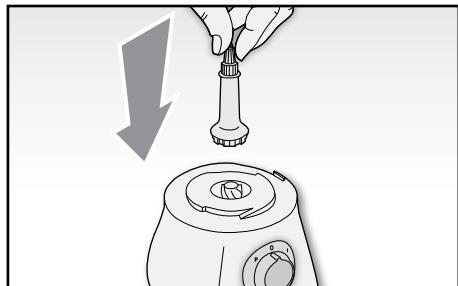

Fig. 2
- Inserire il perno motore (C) nell'apposito alloggiamento sul corpo motore (B) (Fig. 2).
- Collocare la ciotola (P) sul corpo motore (B) e bloccarla ruotandola in senso orario in modo che